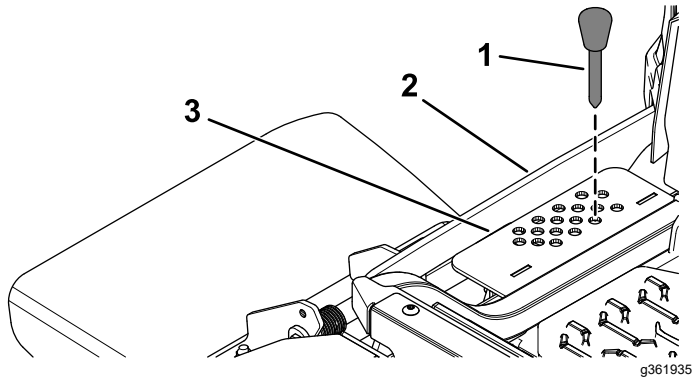

Figura 33
2. Seleccione el orificio del soporte de altura de corte que corresponde a la altura de corte deseada e inserte el pasador (Figura 33).
corte apenas toque el pasador de altura de corte (Figura 33).